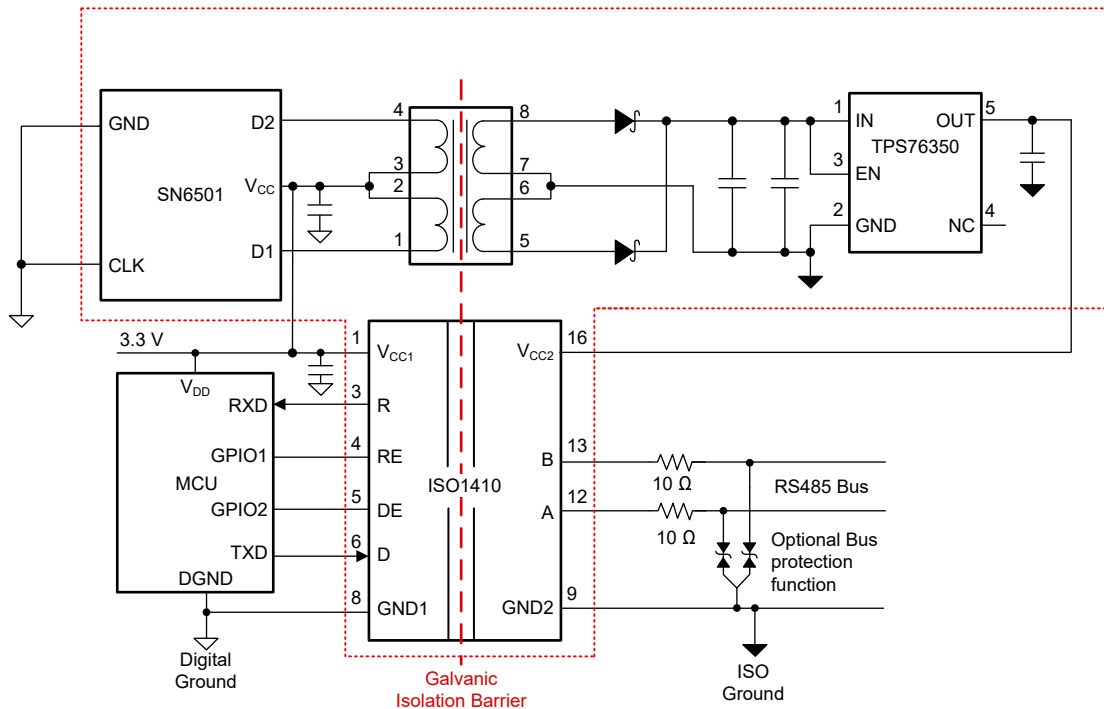
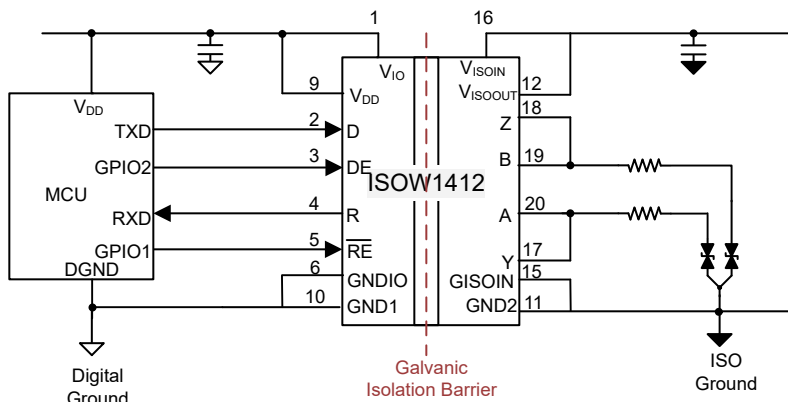

图 1. 采用 ISO1410 和 SN6501 变压器驱动器的 RS-485 隔离信号和电源解决方案
图 2. 隔离式 RS-485 和隔离式电源的集成式实施方案
当 RS-485 通信需要电流隔离时，必须通过信号隔离来隔离从微控制器到收发器的发送、接收和使能信号。这通常通过隔离式 RS-485 收发器或数字隔离器加外部收发器来完成。除了隔离 RS-485 数据外，还必须为隔离式收发器的次级侧提供隔离电源。为此，直流/直流转换器可用于推挽式、反激式和 Fly-Buck 等各种拓扑。图 1 所示为与外部变压器一起使用以创建隔离电源的变压器驱动器示例。
作为分立式实施的替代方案，可使用具有集成直流/直流的隔离式 RS-485 收发器，如图 2 所示。在这种情况下，图 1 中红色高亮显示的完整功能完全集成到单芯片中。
- **简洁而可靠的设计：**通过将图 1 中使用的组件集成到图 2 所示的单芯片解决方案中，电路板设计变得更加简单。此外，大型变压器暴露于持续振动的应用中时表现不佳。使用单芯片解决方案时，从电路板上移除变压器可增强系统设计的可靠性。